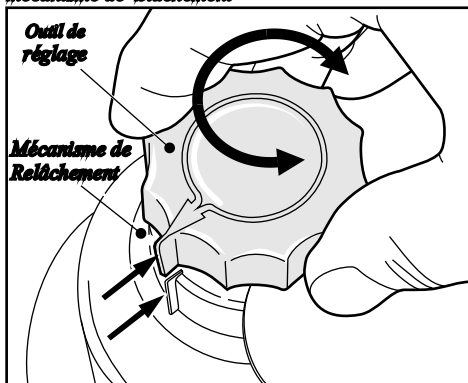

Figure 25 Tournez l'outil de réglage jusqu'à les flèches sont dignes
7. Maintenant faites tourner l'outil de réglage d'origine jusqu'à ce que la flèche de l'outil de réglage soit aligné sur l'index du couvercle du mécanisme de relâchement . Fig. 25 (Prenez soin de l'aligner sur le bon index)